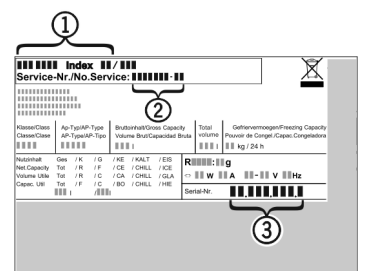

Fig. 7
- ▶ Apparaataanduiding *Fig. 7 (1)*, servicenr. *Fig. 7 (2)* en serienr. *Fig. 7 (3)* van het typeplaatje aflezen. Het typeplaatje bevindt zich aan de linkerkant binnen in het apparaat.
- ▶ Contact opnemen met de Technische Dienst en het probleem, apparaataanduiding *Fig. 7 (1)*, servicenr. *Fig. 7 (2)* en serienr. *Fig. 7 (3)* mededelen.